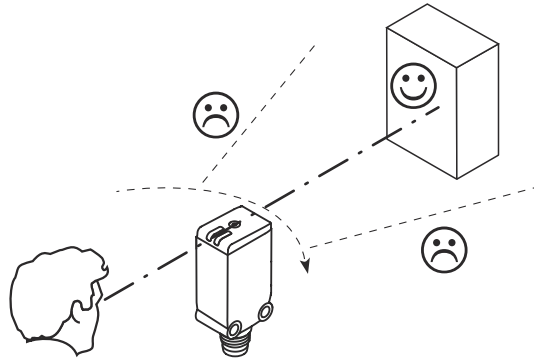

Figura 3: Allineamento del sensore
3. Allineare il sensore con l'oggetto. Selezionare la posizione così che il raggio di luce rosso emesso colpisca il centro dell'oggetto. È necessario assicurarsi che l'apertura ottica (frontalino) del sensore sia completamente libera. v. figura 3, pagina 82